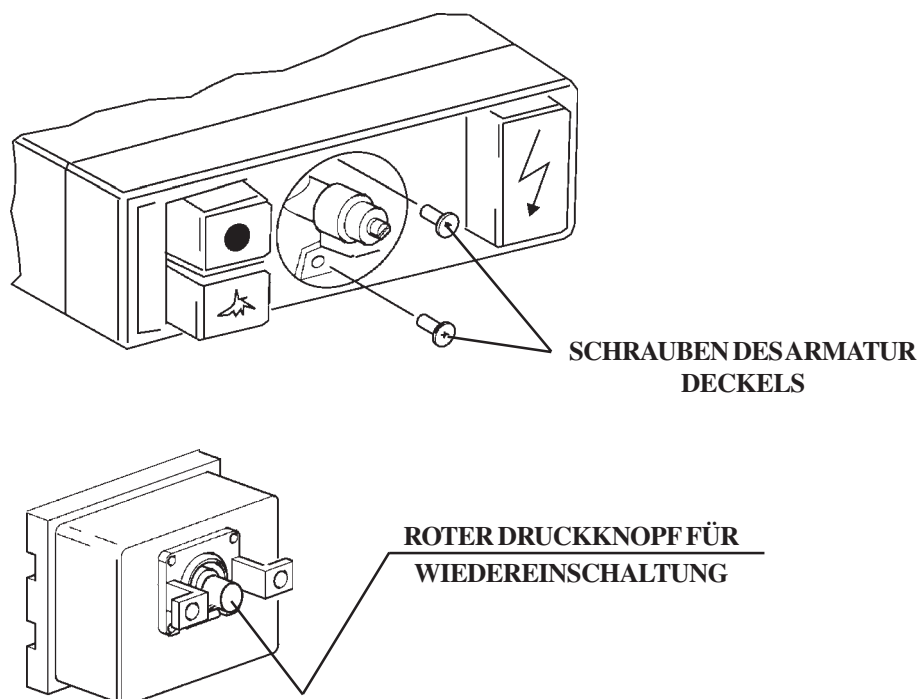

Abb. 10
**G) Sicherheitsthermostat (Abb. 10)**
Die Friteusen sind mit einem Sicherheitsthermostat (Abb. 10) ausgerüstet, der im Falle einer Ölüberhitzung angesprochen wird. In diesem Fall muß der Thermostat (Abb. 10) zur Wiedereinschaltung des Gerätes wieder rückgestellt werden. Dieser Vorgang darf nur durch eine Fachkraft durchgeführt werden, durch die auch die Ursache der Thermostatauslösung festgestellt werden muß.